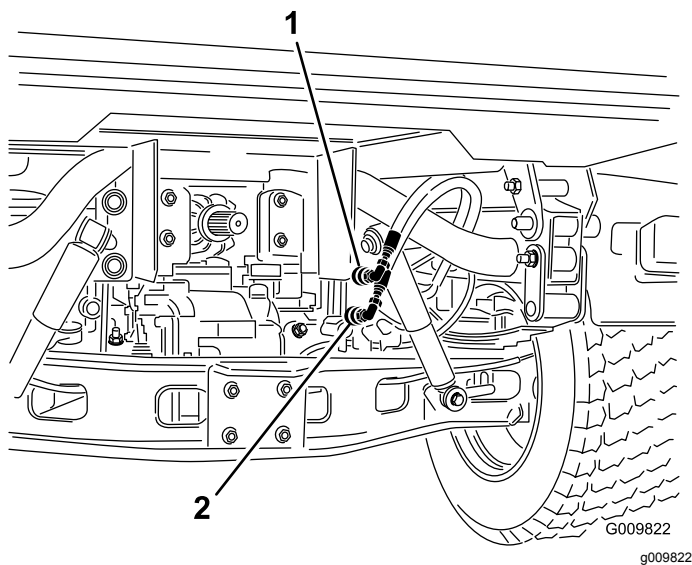

図 69
2. それぞれの車両で、クイックカップラホース2本を、カップラブラケットのホースから外す 図 69。